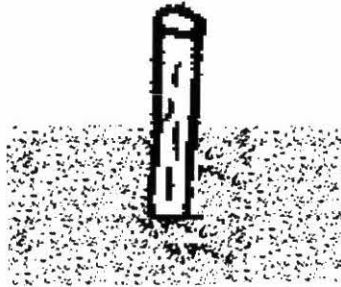

Figura 14.Cajuela lista
8. Tome la estaca del suelo y vuélvala a enterrar en el centro de la cajuela, señalando que este es un punto que ya ha sido preparado. A partir de este procedimiento debe esperar 15 días para poder abonar. (Véase figura 14)